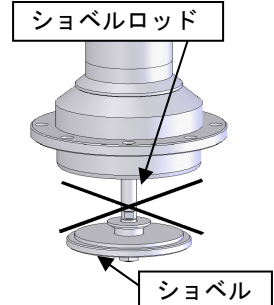

Fig.4 ショベル部分
- ❗ - ポンプ取り付けの際、ポンプ下側のショベルが引っ込んでいる状態で取り付けてください。ショベル部分が飛び出した状態で取り付けると、ショベルロッドを曲げてしまい、ポンプの吸い込み不良になります。(Fig.4)
- ❗ - ポンプ本体とショベルの間に手を入れないでください。急な作動により挟まれてケガをする恐れがあります。(Fig.4)